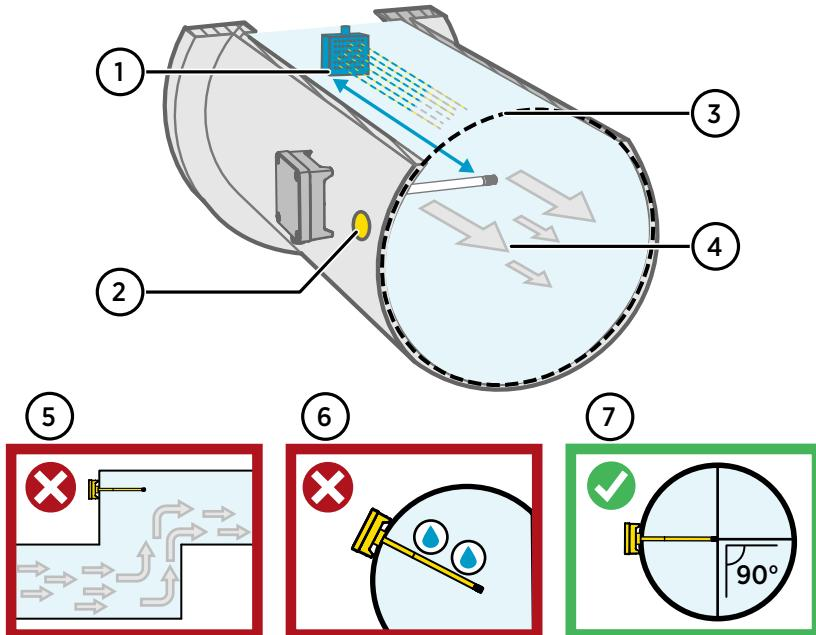

Figura 51 Visão geral de instalação dos dutos
4. Opcional: Faça um segundo furo para medições de referência a aproximadamente 30 cm (12 polegadas) de distância do orifício de instalação do transmissor. Consulte Figura 51 (página 80).